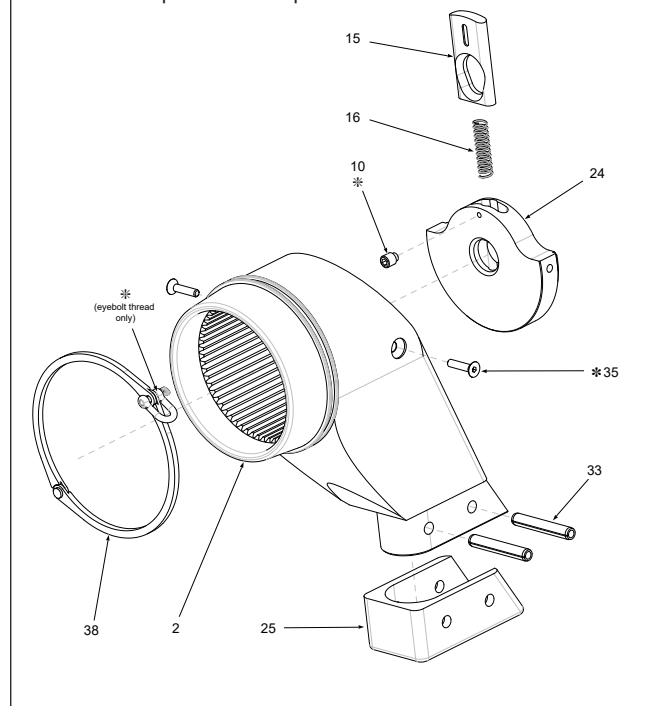

Рисунок 16: Трехмерное представление упора
7.2.4 Упор — снятие и установка (рис. 16)